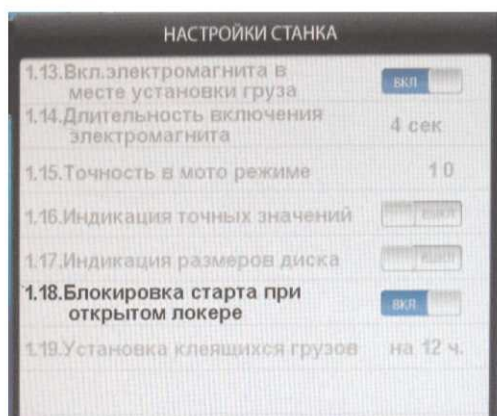

рис.17.4
16.9 Вторая страница настроек (рис.17.4). Переключение страниц осуществляется кнопкой 5.